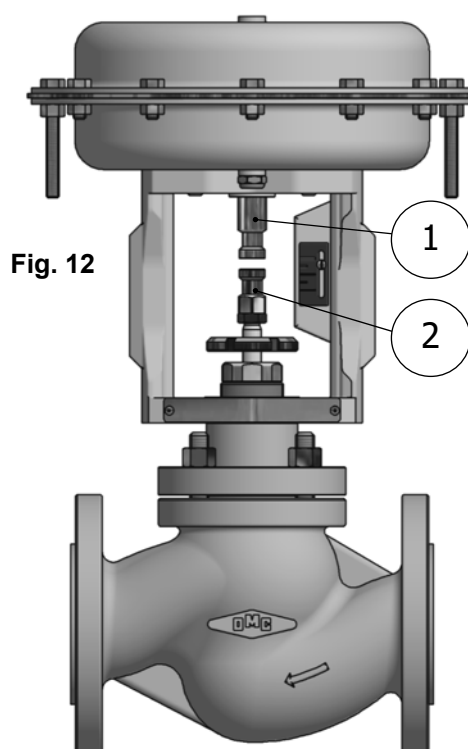
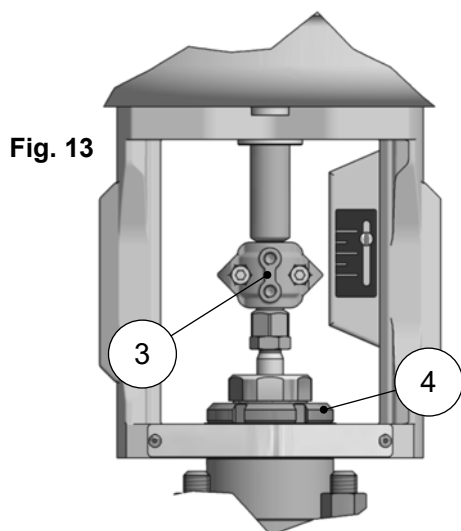
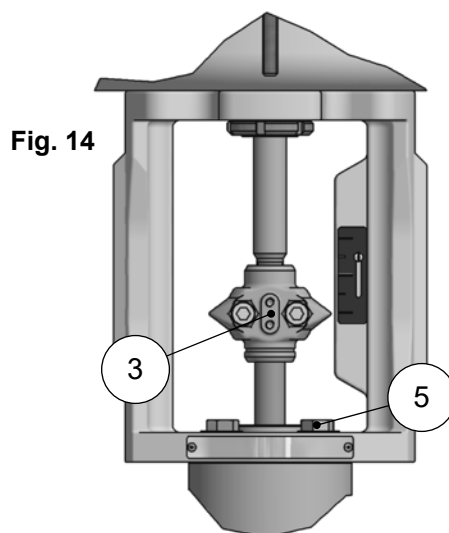

Fig. 12
Fig. 13
Fig. 14
- ♦ Colocar el actuador sobre la válvula «Fig. 12»
- ♦ Proporcionar aire al actuador llevando el vástago (1) a tocar el vástago (2) «Fig. 12»
- ♦ Haciendo referencia a la «Fig. 13» o a la «Fig. 14», dependiendo del actuador del que se disponga, montar la abrazadera (3), teniendo cuidado de alinear los vástagos (1) y (2) «Fig. 12».
- ♦ Haciendo referencia a la «Fig. 13» o a la «Fig. 14», dependiendo del actuador del que se disponga, apretar la tuerca de bloqueo (4) o los tornillos (5).
- ♦ Haciendo referencia a la «Fig. 13» o a la «Fig. 14», dependiendo del actuador del que se disponga, apretar la la tuerca de bloqueo (4) o los tornillos (5).